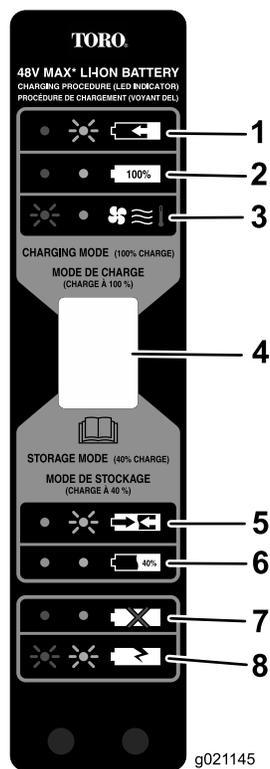

Figure 12
- Reportez-vous à la Figure 12 pour interpréter les indications des diodes sur le chargeur de batterie.
Utilisez le mode de stockage (Figure 12) quand la batterie ne doit pas être utilisée pendant 1 mois ou plus.
4. Lorsque la batterie est prête au stockage (Figure 12, repère 6.), retirez-la du chargeur.